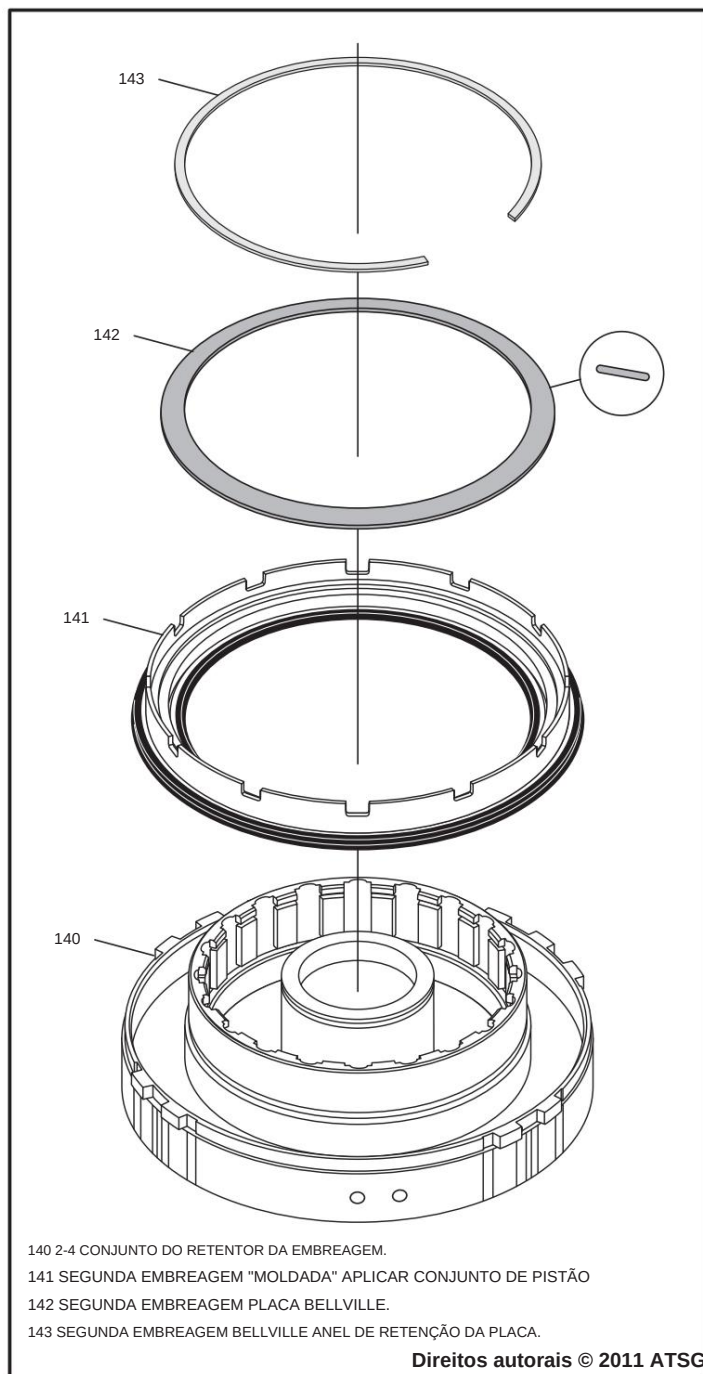

Figura 81
5. Instale o pistão da 2ª embreagem "moldado" no retentor da embreagem 2-4, conforme mostrado na Figura 81.
7. Usando uma prensa de oficina adequada, comprima a mola Bellville até que o anel de pressão esteja encaixado na ranhura do anel de pressão no retentor 2-4 e certifique-se de que esteja totalmente encaixado (consulte a Figura 81).